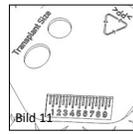
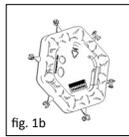
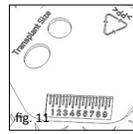

Bild 11
fig. 1b
fig. 11
■ **Bild 1b/11** De inarbetade mallarna på tolkskivans baksida (Bild 1b) visar transplantatets minimistorlek för underfodring av trumhinnan (Bild 11).
■ **Bild 11** Millimeterskalan är till för allmänna jämförande mätningar, som kan vara till hjälp i samband med en operation av mellanörat. I princip kan baksidan också användas som förvaringsplats eller preparationsfält för olika förlopp, som t.ex. transplantatbearbetning eller mellanlagring.
■ **fig.1b/11**De innarbeidete sjablonene på baksiden av sizer disken (fig. 1b) viser minimal størrelse for transplantatet for underføring av trommehinnen (fig. 11).
■ **fig.11** Millimeterskalaen brukes til generelle sammenlignende målinger, noe som kan være nyttig i rammen av en mellomøreoperasjon. Baksiden kan prinsipielt også brukes som underlag eller prepareringsområde for diverse prosedyrer som for eksempel bearbeidning av transplantat eller mellomlagring.